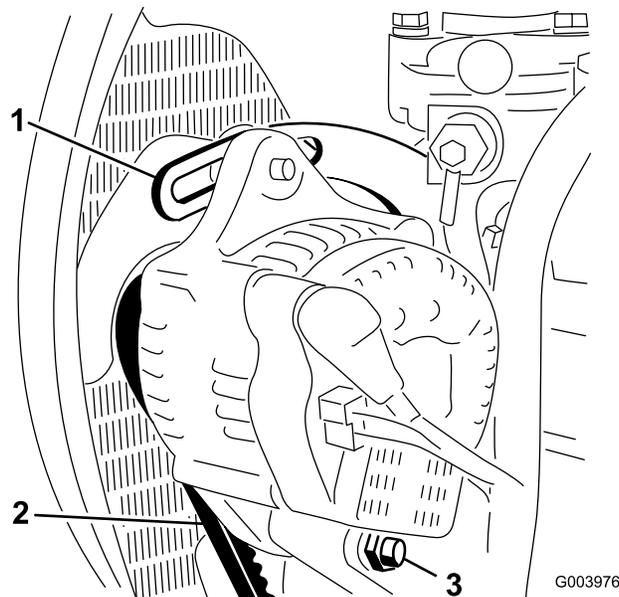

図 71
2. オルタネータ側プーリとクランクシャフト側プーリ間の中央部でオルタネータベルト 図 71 を指で10kg程度の力で押してベルトの張りを点検する。
3. ブレースをエンジンに固定しているボルト 図 71 と、オルタネータをブレースとピボットボルトに固定しているボルトをゆるめる。